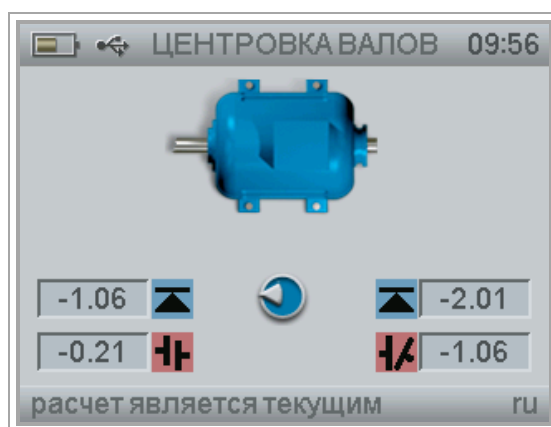
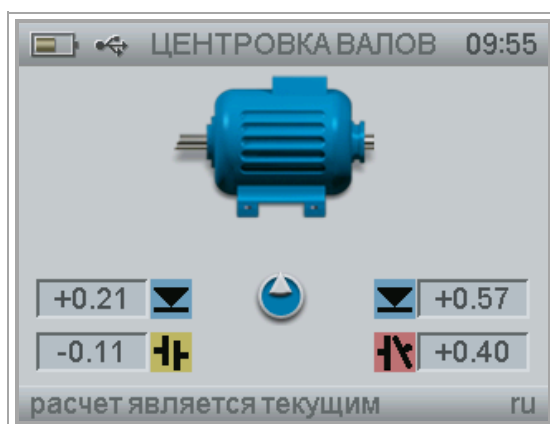

Рис. 4-39. Вид окна «Центровка валов» для горизонтальной машины.
Рис. 4-40. Вид окна «Центровка валов» для вертикальной машины.
Далее для вертикальной машины после повторного нажатия клавиши «Ввод» на экране появится расчет по болтам необходимый для устранения угловой расцентровки (излом) (Рис. 4-38). Расчеты по болтам определяют положение подвижной машины по фланцу для ее регулировки. При помощи дополнительных калиброванных пластин серии «BALTECH», устанавливаемых под болтами, отрегулируйте угловую расцентровку (излом) согласно этим расчетам. Значение расцентровки в режиме реального времени в данном случае можно посмотреть в окне «Центровка валов» (см. Рис. 4-40).
После сравнения значений, полученных в шаге 7, принимается решение о центровке механизма. Если нужно выполнять центровку, то нажимаем кнопку «Ввод», и осуществляется переход из окна «Расчет» (Рис. 4-36) для горизонтальных машин и «Расчет по болтам» (4-38) для вертикальных машин к окну «Центровка валов» (Рис. 4-39 и Рис. 4-40). Если центровка не нужна, то для выхода и сохранения отчета нажимаем кнопку «0» (ноль).
- Используя клавиши ◀ и ▶ установить соответствующее положение валов на дисплее вычислительного блока (Рис. 4-39 и Рис. 4-40). При этом для вертикальной машины будет показано значение 12-6 (Рис. 4-40).
- Значения и стрелки в верхних окнах показывают направление, в котором необходимо перемещать механизм (Рис. 4-39). Используя калиброванные пластины серии «BALTECH» устраните расцентровку в вертикальной плоскости. Значения в нижних окнах должны быть как можно ближе к нулю, а цвет иконок – зеленым.
- Перемещайте механизм в направлении стрелок находящихся в верхних окнах, до устранения расцентровки в данной плоскости (Рис. 4-39). Значения в нижних окнах должны быть как можно ближе к нулю, а цвет иконок – зеленым.